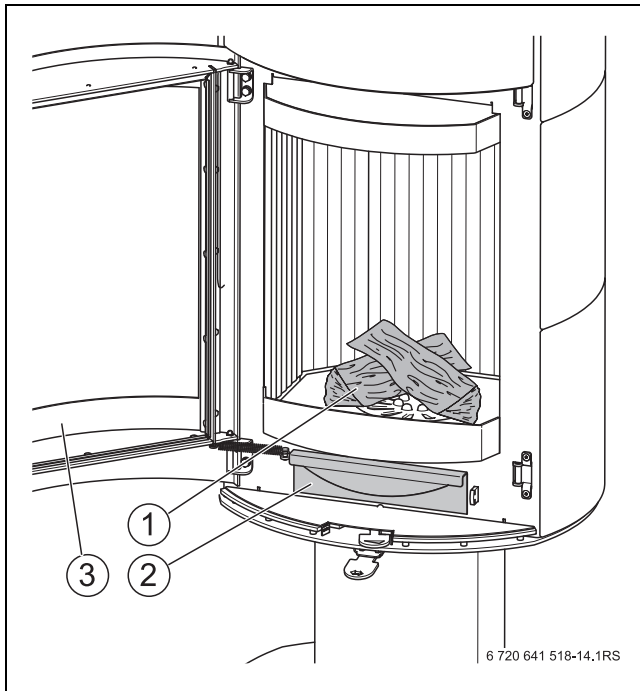

Bild 3 Feuerraum mit Holzscheiten
▶ Kaminofen nur mit eingeschobenem Aschekasten (→ Bild 3, [2], Seite 9) be- treiben.